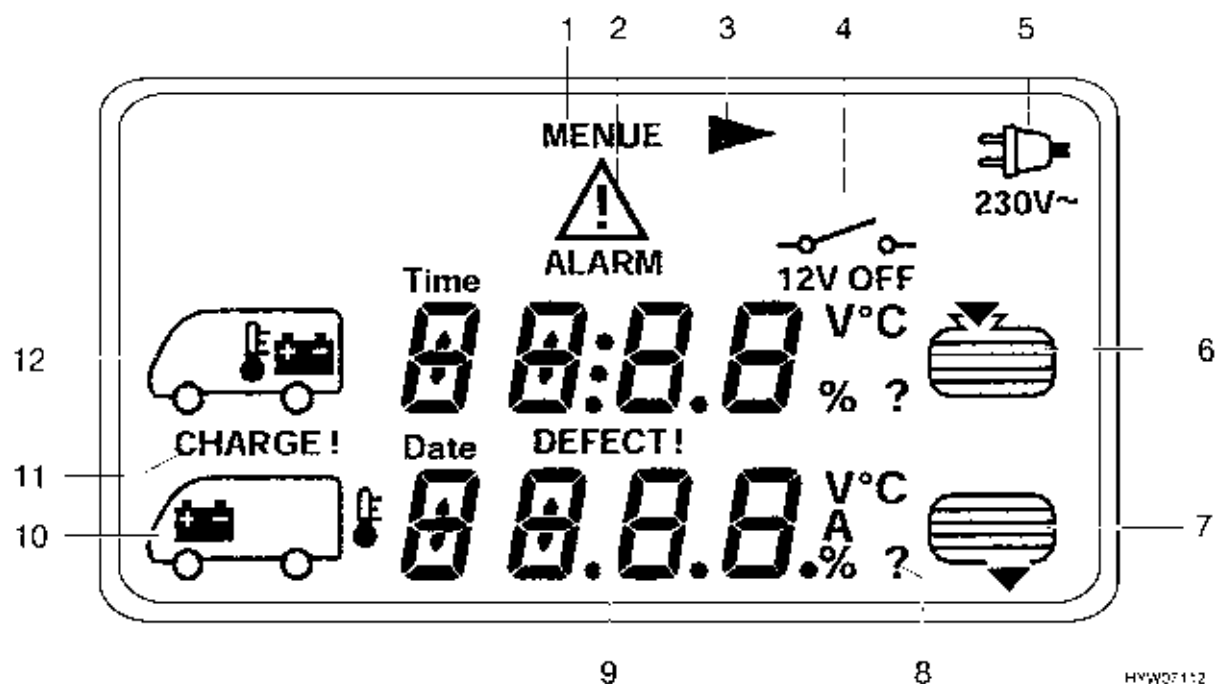

Fig. 109 Rappresentazione del simbolo sul display LCD
- La freccia ► (Fig. 109,3) nel display LCD indica che il menu selezionato è composto da diverse pagine di menu. Premendo ripetutamente il tasto di menu utilizzato si passa alla successiva pagina di menu corrispondente.